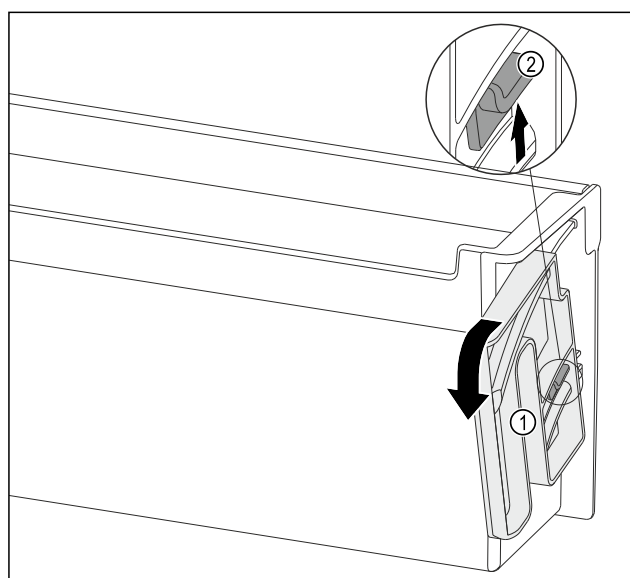

Fig. 112
- Tourner l'unité de rotation Fig. 112 (1) dans le sens indiqué jusqu'en butée.
- Pousser la languette Fig. 112 (2) vers le haut et retirer l'unité de rotation Fig. 112 (1).